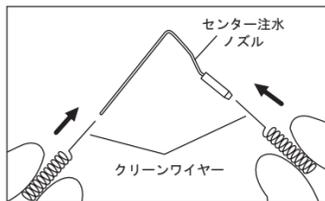

図21
- 1 付属のクリーンワイヤーでセンター注水ノズルおよび外部注水ノズル内部を清掃してください。(図21、22)